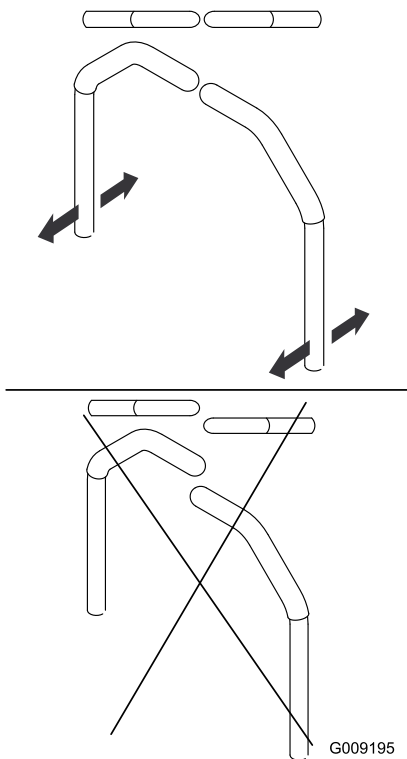

Figure 57
7. Réglez l'alignement avant/arrière des leviers en les plaçant tous deux à la position POINT MORT, puis faites-les coulisser jusqu'à ce qu'ils soient alignés, et serrez les boulons (Figure 57).